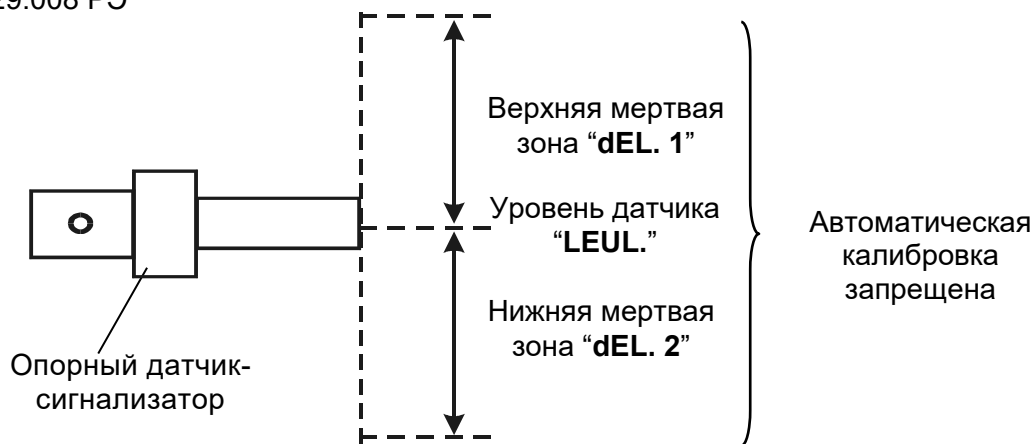

Рисунок 10 – Мертвые зоны опорного датчика-сигнализатора (для наглядности датчик расположен горизонтально)
7) нажать кнопку **“ВВОД”**. На индикаторе появится текущее значение уровня верхней мертвой зоны автоматической калибровки в процентах. Верхняя мертвая зона (рисунок 10) предназначена для отсечки запуска автоматической калибровки при незначительном изменении уровня на границе срабатывания опорного датчика-сигнализатора;
11) нажать кнопку **“ВВОД”**. На индикаторе появится текущее значение уровня нижней мертвой зоны автоматической калибровки в процентах. Нижняя мертвая зона (рисунок 10) предназначена для отсечки запуска автоматической калибровки при незначительном изменении уровня на границе срабатывания опорного датчика-сигнализатора;